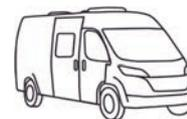

Fig. 112 Apretar las tuercas o los tornillos de las ruedas en forma de cruz
- Apretar las tuercas de rueda o los tornillos de rueda en el orden indicado en Fig. 112. Para ello, usar una llave dinamométrica y cumplir con el par de apriete especificado (véase apartado 14.5).
- Comprobar periódicamente que las tuercas o tornillos de las ruedas estén firmemente apretados. Volver a apretar las tuercas de rueda o los tornillos de rueda de una rueda cambiada después de 50 km. En esto, proceder en el orden indicado en Fig. 112.
- Al utilizar llantas nuevas o recién pintadas, reajustar además las tuercas o tornillos después de 1 000 a 5 000 km aprox. En esto, proceder en el orden indicado en Fig. 112.